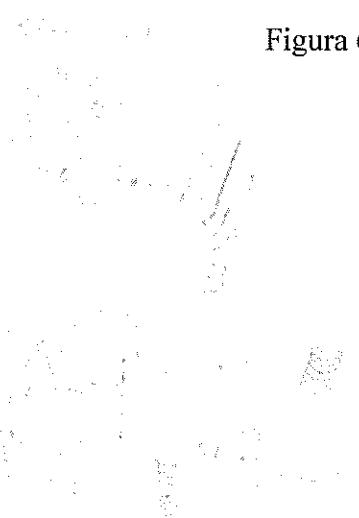

Figura 6
2. Puede ajustar la cuchilla fresa para el lado izquierdo y derecho. Afloje los tornillos de ajuste en la base de ajuste ²¹ para poder ajustar para la derecha o izquierda (Figura 6).